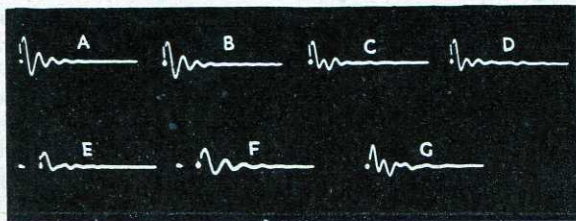

Fig. 35. — Expériences sur l'amortissement des oscillations libres d'un haut-parleur de 30 cm de diamètre :
- B) Haut-parleur de 30 cm de diamètre ayant une densité de champ magnétique de 17 000 gauss dans son entrefer. Facteur d'amortissement 0,66. Il convient de remarquer l'absence totale d'oscillations libres. Comparer à la figure 35 A ;
- D) Mêmes conditions qu'en (C), mais impédance interne de la source réduite à 18 Ω ;
- F) Mêmes conditions qu'en (E), mais impédance interne de la source réduite à 18 Ω ;
- H) Mêmes conditions qu'en (G), mais impédance de source réduite à 18 Ω.
Il est clair que les enceintes anti-résonnantes et le tuyau sonore évasé bouleversent l'allure de la décroissance exponentielle d'amplitude observée dans le cas de baffles plans, baffles infinis ou pavillons exponentiels. Il faut toutefois remarquer que les enceintes anti-résonnantes ou charges acoustiques similaires diminuent la fréquence de résonance principale du haut-parleur et augmentent la rapidité de décroissance d'amplitude des oscillations libres. Eu égard au résultat de la figure 35 E, relative à une charge acoustique par pavillon exponentiel dont l'aire de la section de gorge médiane est inférieure à celle du haut-parleur, on peut en déduire que tout obstacle placé immédiatement à proximité de la membrane est d'un effet déplorable aux fréquences les plus basses. L'ouverture du baffle doit être d'un diamètre au moins égal au diamètre du piston circulaire équivalant à la membrane et il faut ensuite augmenter progressivement d'au moins 2 à 3 cm (réduction des diffractions par effet du bord du baffle).